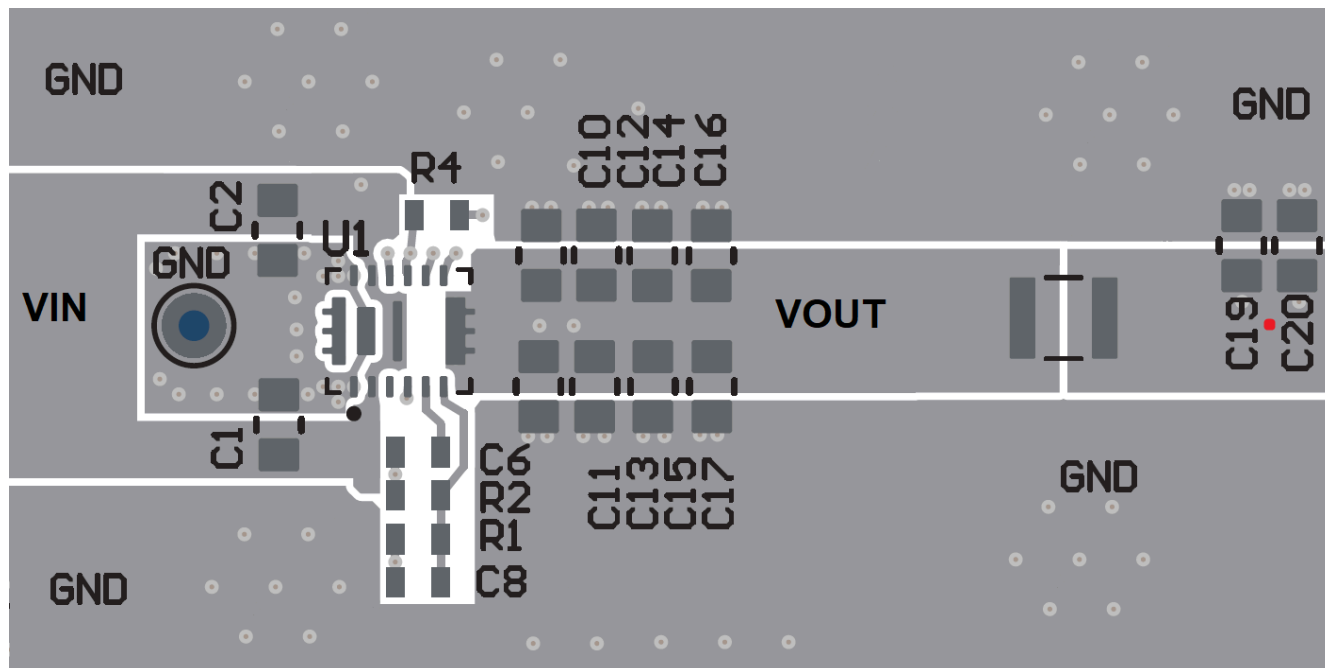

図 7-21. 2 段目の L-C フィルタを使用した設計の推奨レイアウト
- 図 7-21 に示すように、キープアウト領域にはフェライト ビーズを配置しないでください。
- 図 7-21 のほか、評価基板に実装されている推奨レイアウトおよび EVM ユーザー ガイド『TPSM82916 降压コンバータ評価基板』EVM ユーザー ガイド に記載されている推奨レイアウトを参照してください。